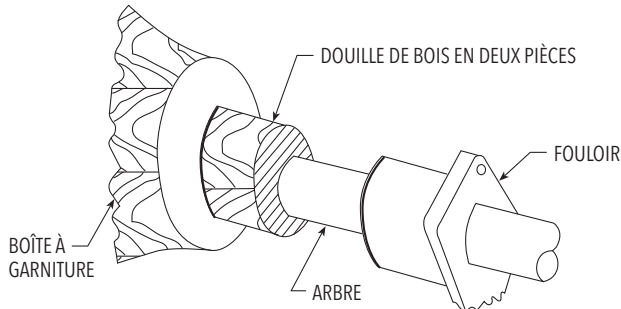

Figure 14
- On pose les éléments de garniture dans l'ordre suivant: deux anneaux de garniture, deux pièces de lanterne d'arrosage, trois anneaux de garniture. Placer le joint de chaque anneau à 90° par rapport à celui de l'anneau précédent. Introduire et pousser chaque élément séparément et à fond. Pour ce faire, il est recommandé d'employer une douille de bois en deux pièces (fig. 14), enfoncée à l'aide du fouloir. S'assurer que la lanterne d'arrosage est bien en face de l'orifice d'admission du liquide de rinçage. Les anneaux de garniture supplémentaires servent de rechanges.